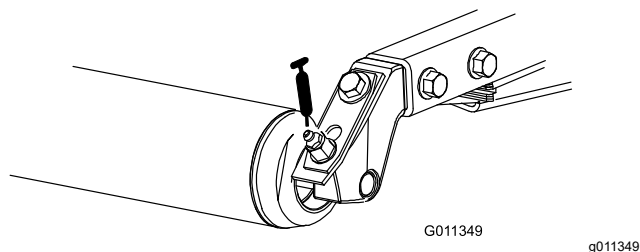

Bild 45
- 2 (pro Mähwerk) hinteres Rollenlager (Bild 45)